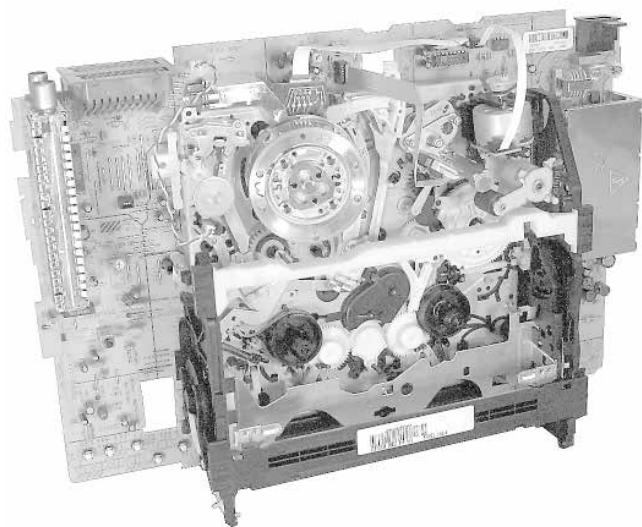

Fig. 9
- Mettre le C.I. principal avec la mécanique en position dans le cadre du boîtier comme indiqué en Fig. 9.
- Place the Family Board with the Drive Mechanism in vertical position within the cabinet frame as shown in Fig. 9.